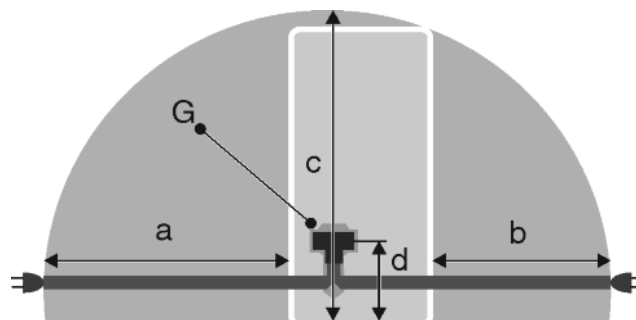

Fig. 48
- Zásuvka leží mimo oblast zadní stěny spotřebiče v dané oblasti *Fig. 48 (a, b, c)*.
- ▶ Zástrčku spotřebiče *Fig. 48 (G)* zastrčte na zadní straně spotřebiče. Dávejte pozor na správné zaklesnutí.